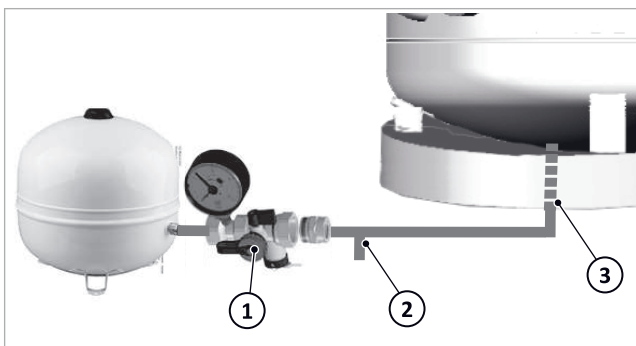

Fig. 10: Conexión del retorno solar y depósito de expansión de calefacción
En la conexión de retorno solar (2) se conectan el tubo ondulado (→ Fig. 10, 3) y el depósito de expansión de calefacción.